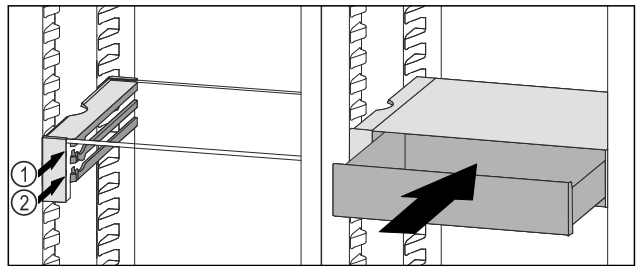

Fig. 78
- ▶ Zásuvku VarioSafe nasadte za zarážkami na požadovanom rebre Fig. 78 (1) alebo Fig. 78 (2).